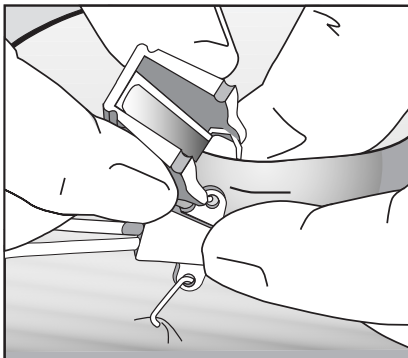

Abbildung 1
2. Die Klammerspitze durch die Öse des am Katheter befindlichen Ansatzes zur Nahtbefestigung führen (siehe Abbildung 1).